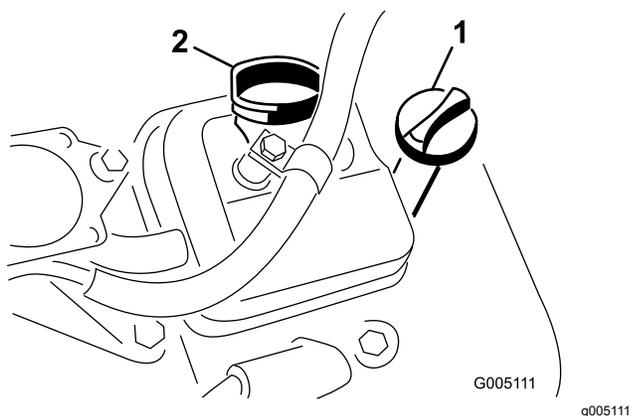

図 27
3. 補給口にディップスティックを差し込んでねじ部を最後まで締めこむ 図 27。